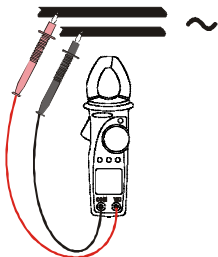

Рис. 4: измерение напряжения переменного тока
3. Подключите испытательные щупы к цепи (см. рис. 4 и 5). Прибор автоматически выберет: переменное (АС) или постоянное напряжение (DC). На дисплее отобразится значение измеренного напряжения. Для переменного напряжения значение частоты будет показано на вспомогательном дисплее.
4. Символ “-“ указывает на отрицательную полярность постоянного напряжения (DC).